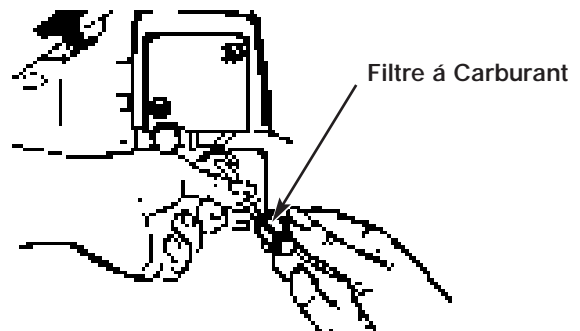

Fig. 23
2. Tirer avec un mouvement rotatif (Fig. 23).